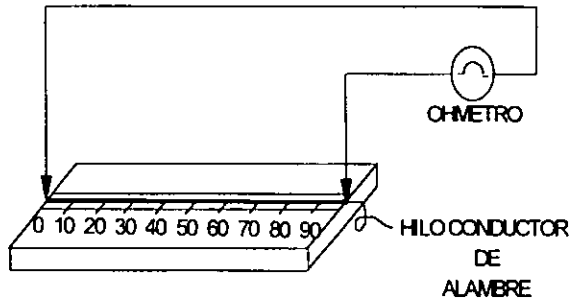

Fig. 3
- i) Disponga los elementos como se muestra en la fig. 3